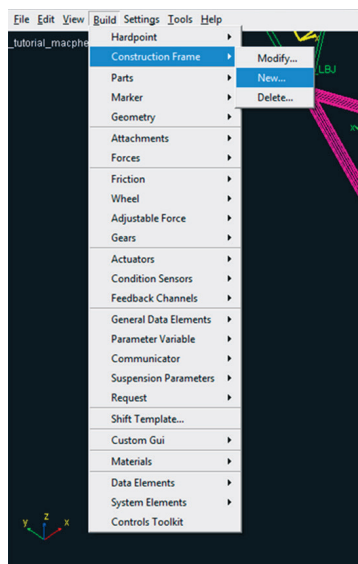

Figura 4.35 – Criação de um *Construction Frame*.
- Antes de criar o “*General Part*” de interesse e suas geometrias, será criado um *Construction Frame* para definir a orientação da estrutura a ser criada. Para isso, acesse o menu *Build* → *Construction Frame* → *New* (Figura 4.35).